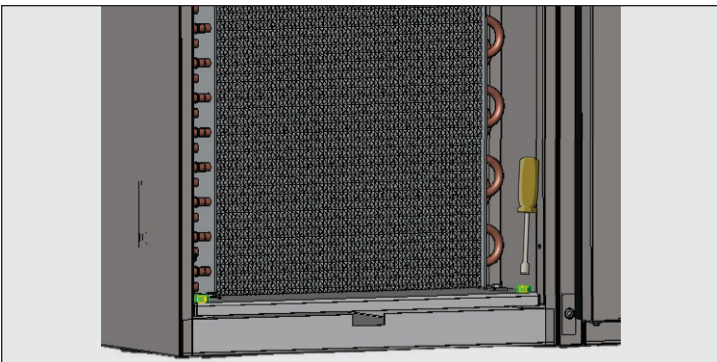

Abb. 5. Die Schrauben aus der unteren Platte des Verflüssigers entfernen
6. Entfernen Sie die Schrauben des Verflüssigersockels. Siehe Abb. 5.